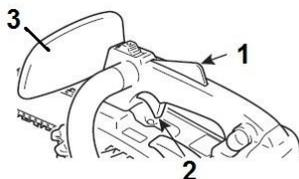

Fig. 6
2. Rilasciare il freno catena (Fig. 6-③) tirando a sé la protezione dell'impugnatura anteriore.
3. Premere gradualmente la leva del gas (Fig. 6-②) e il dispositivo di bloccaggio (Fig. 6-①) contemporaneamente per aumentare il regime del motore.
6. Assicurarsi che la catena si arresti quando viene rilasciata la leva del gas (Fig. 6-②).